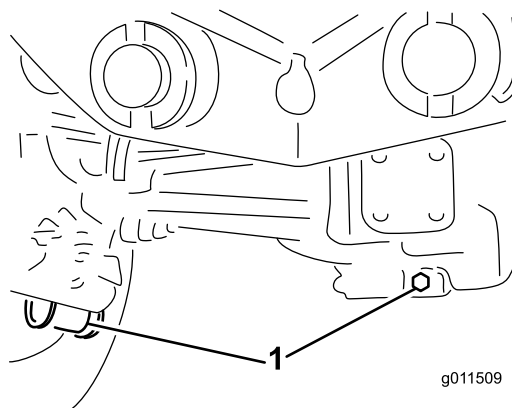

Figura 95
2. Limpe a zona em redor dos 3 tampões de escoamento, 1 em cada extremidade e 1 no centro (Figura 95).